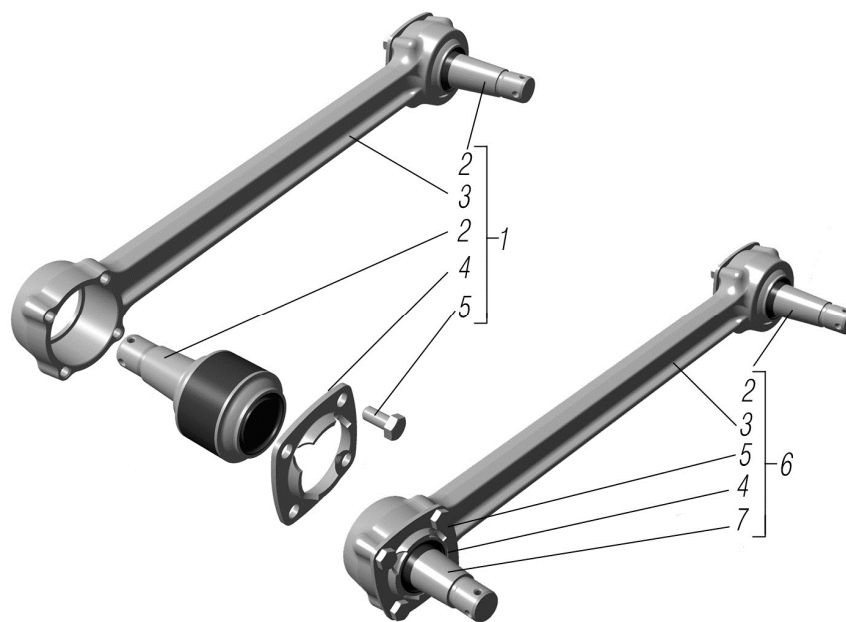

Рисунок 3.10
*2 См. рисунок 3.10
See figure 3.10